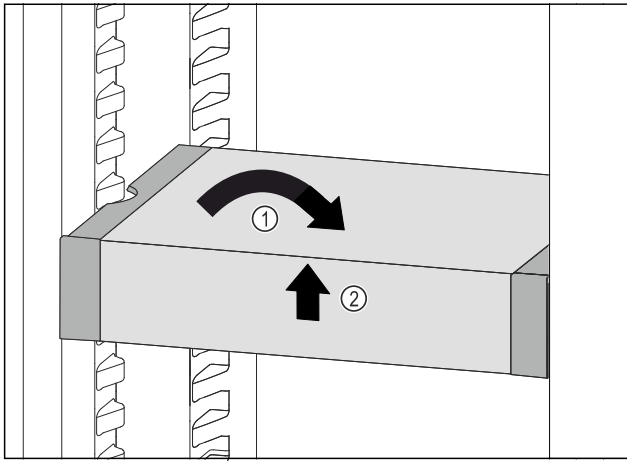

Fig. 176
- ▶ Установите VarioSafe прямо. Fig. 176 (1)
- ▶ Приподнимите VarioSafe спереди. Fig. 176 (2)